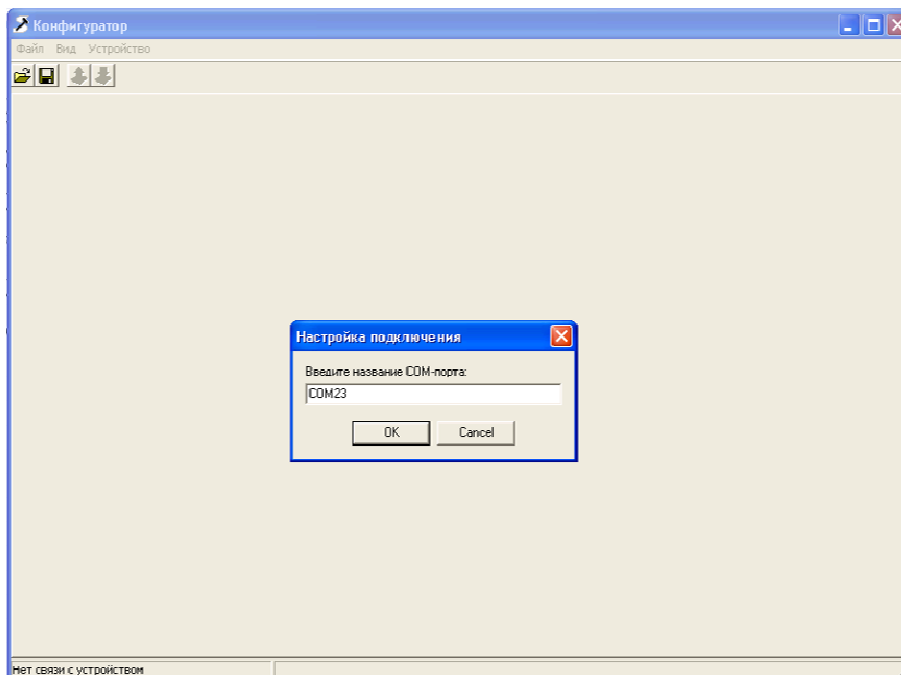

Рис.11
10) Поместить программу «configurator.exe» и файлы со сведениями о структуре конфигурации БРО или БПО «... .xml» в локальную папку. Последние версии файлов и программы-конфигуратора доступны на сайте производителя «[www.integralplus.ru](http://www.integralplus.ru)». Запустить программу-конфигуратор «configurator.exe» из локальной папки. Перейти в раздел меню программы «Устройство», далее «Порт» (см. Рис.11). В появившемся окне ввести номер COM порта N из окна «Диспетчер устройств».